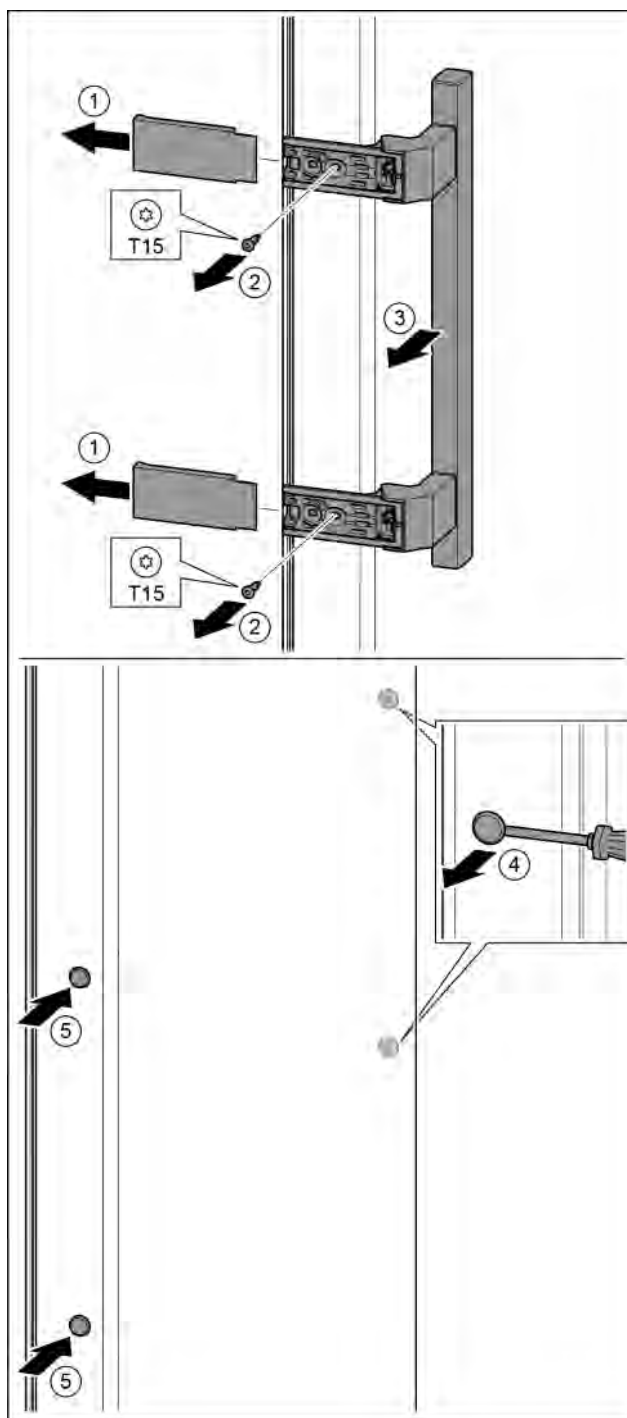

Fig. 20
- ▶ Skinite pokrov. Fig. 20 (1)
- ▶ Odvijačem T15 odvijte vijke. Fig. 20 (2)
- ▶ Skinite ručicu. Fig. 20 (3)
- ▶ Odvijačem oprezno podignite bočni čep i izvucite ga. Fig. 20 (4)
- ▶ Ponovo umetnite čep na drugoj strani. Fig. 20 (5)